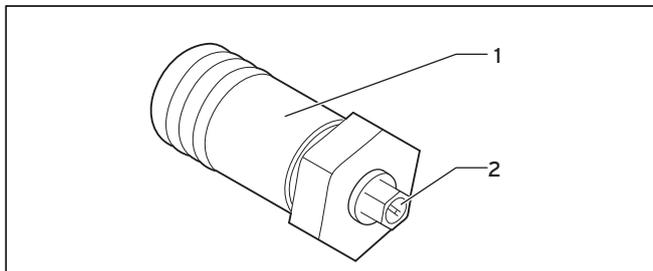

Abb. 5.6 Stopfen mit Entlüftungsöffnung bei Flachkollektoren
- nur bei Flachkollektoren: Entlüftung über die Entlüftungsöffnung (→ **Abb. 5.6**, 2)
Bei den Flachkollektoren wird an oberster Stelle ein Stopfen mit Entlüftungsöffnung (→**Abb. 5.6**) montiert.